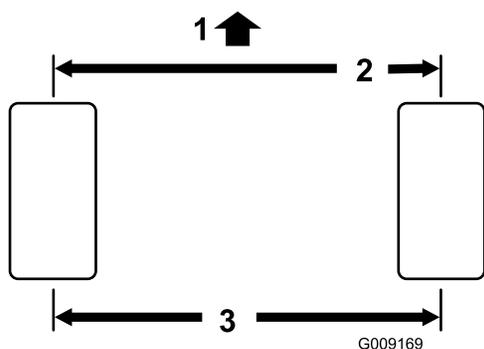

Рисунок 58
- Измерьте межцентровое расстояние (на высоте моста) на передней и задней сторонах рулевых колес (Рисунок 58).